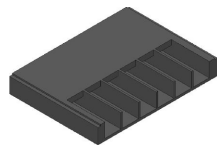

Figure 2. Galette SICMA porte clips 6 voies
- 2 galettes SICMA porte clips 6 voies (Figure 2.)